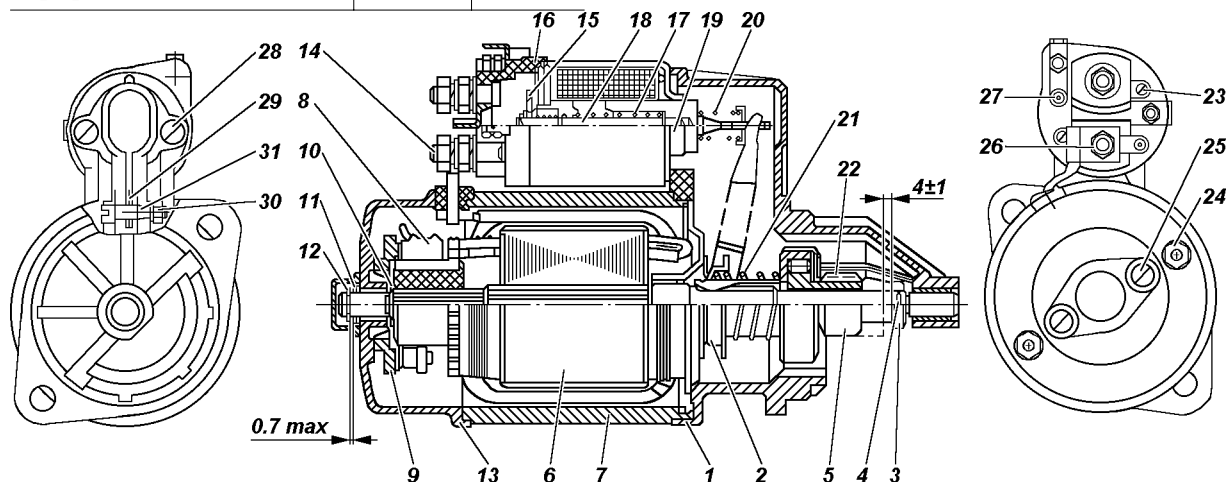
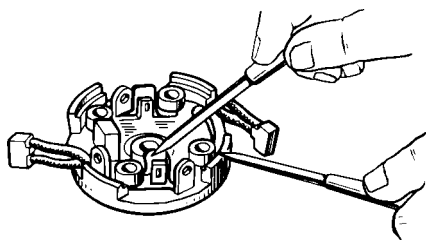
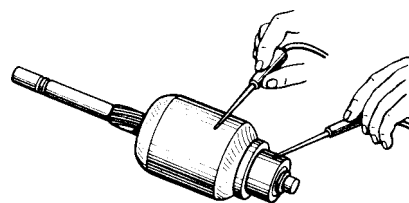

Рис. 14.19. Стартер 42.3708:
Рис. 14.22. Проверка замыкания изолированных щеткодержателей на корпус стартера 42.3708
Рис. 14.23. Проверка замыкания обмотки якоря на пакет железа сердечника
Устройство стартеров 42.3708 и 6012.3708 показано на рис. 14.19 и 14.20, соответственно.
2. Откройте крышку 13, 28 (см. рис. 14.19, 14.20) со стороны коллектора, осмотрите и при необходимости зачистите контактные поверхности, после чего продуйте сжатым воздухом.
1. Отверните гайку 26 (см. рис. 14.19) и отсоедините вывод от контактного болта 14.
Корпус 7 (см. рис. 14.19) стартера. С помощью специального прибора или контрольной лампы, проверьте нет ли замыкания катушек обмотки возбуждения на корпус.
Крышка 13 (см. рис. 14.19) со стороны коллектора. С помощью специального прибора или контрольной лампы проверьте нет ли замыкания изолированных щеткодержателей на корпус (рис. 14.22). В случае замыкания замените изоляционную прокладку и втулку заклепок щеткодержателя. Щетки в щеткодержателях должны перемещаться свободно, без заедания. Проверьте состояние втулки подшипника в крышке и в случае износа замените. Диаметр отверстия новой втулки после запрессовки и развертки должен быть $12,5^{+0,035}$ мм с шероховатостью поверхности по 8 классу. При
Крышка 1 (см. рис. 14.19) со стороны привода. Проверьте состояние втулки (подшипника) в крышке и в случае износа замените втулку. Диаметр отверстия новой втулки после запрессовки и развертки должен быть $12,5^{+0,035}$ мм с шероховатостью поверхности по 8 классу.
Якорь 6, 24 (см. рис. 14.19, 14.20). Проверьте с помощью специального прибора или контрольной лампы нет ли замыкания обмотки на пакет железа сердечника якоря. Для этого подсоедините один конец к любой пластине коллектора, а другой - к пакету железа сердечника. При этом лампа не должна гореть (рис. 14.23).
Одновременно проверьте нет ли прогиба вала якоря 6 (см. рис. 14.19), так как прогиб может оказаться причиной заедания привода на шлицевой части вала. Если на валу якоря в том месте, где вращается шестерня стартера, имеется желтый налет от подшипника, то его следует удалить мелкой шкуркой. Наличие желтого налета часто приводит к заеданию шестерни на валу после пуска двигателя и к смещению обмотки якоря.
Привод (см. рис. 14.19, 14.20). Осмотрите привод стартера снаружи и проверьте нет ли пробуксовки. Привод должен свободно, без заеданий, перемещаться по шлицевой части вала. При сильном износе втулок (подшипников) привода замените их.
Тяговое реле (см. рис. 14.19, 14.20). Исправность втягивающей и удерживающей обмоток проверяйте с помощью омметра или замеряя сопротивление с помощью вольтметра и амперметра. В случае неисправности обмоток тяговое реле замените. Контакты на клеммовых болтах зачистите, а при сильном их выгорании поверните болты на 180° вокруг оси. При сильном износе контактного диска поверните его изношенной стороной к контактам.